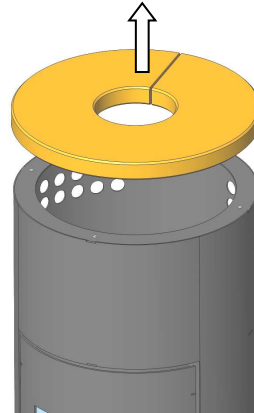

Abb. 7: Entfernen oberer Deckel
1. Demontage des Deckels (siehe Abb. 7)